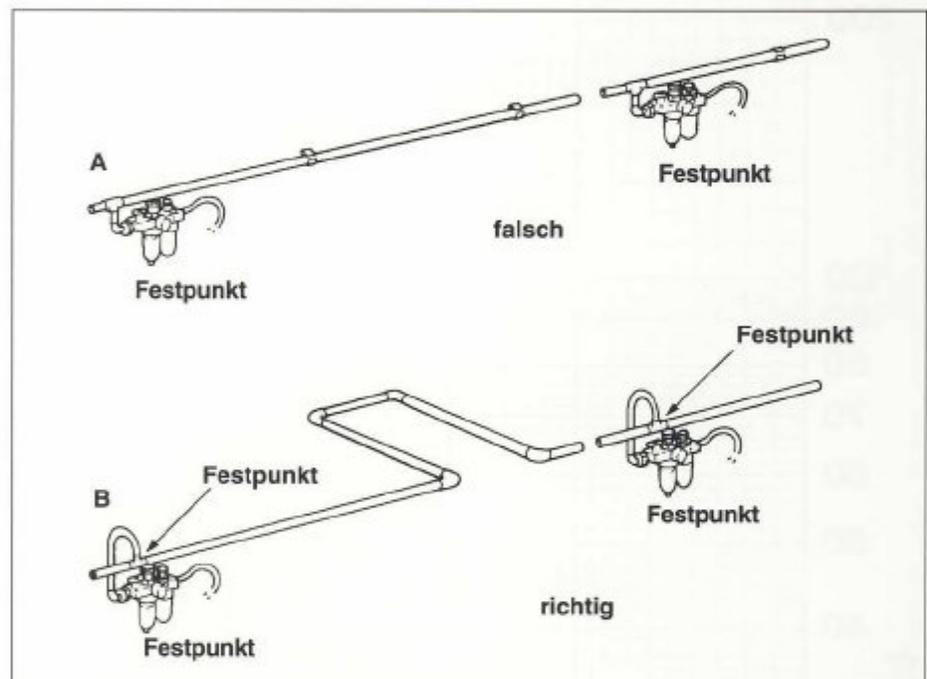

Bild 9
Bild 9 veranschaulicht diese Prinzipien in einer Systemanordnung. Das Rohr (A) wird unzulässig starken Kräften ausgesetzt, da keine Vorkehrungen für seine Bewegung getroffen wurden. Im Fall (B) kann andererseits der Rohrbogen diese Bewegung aufnehmen.